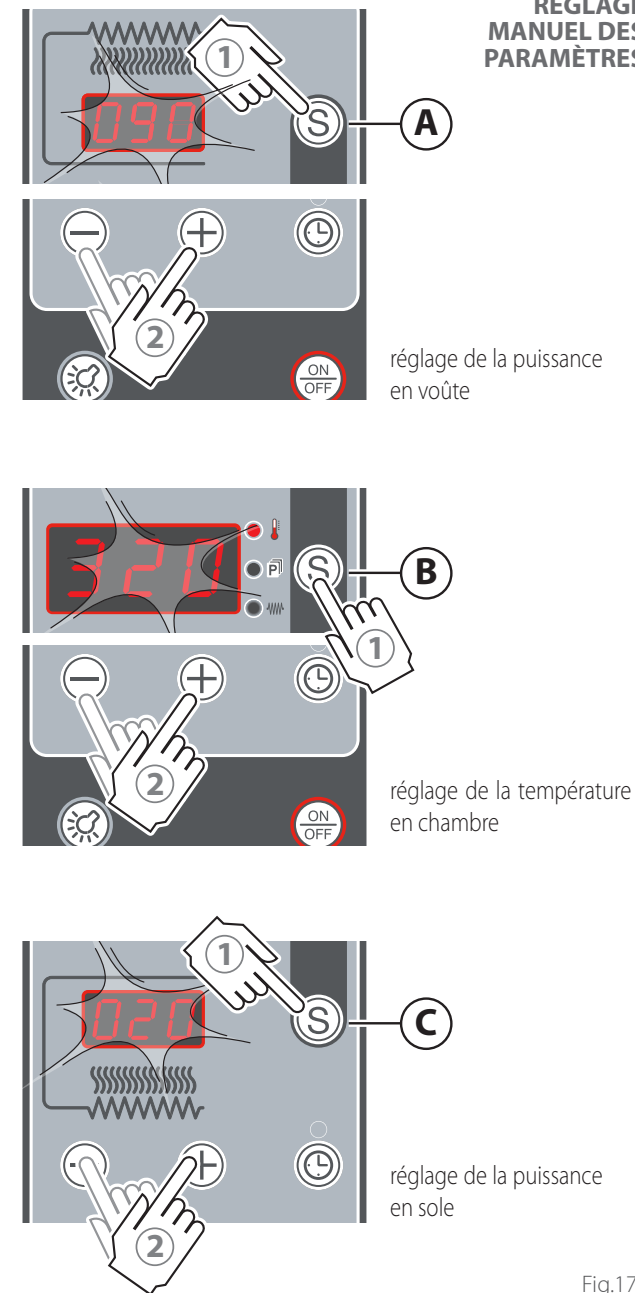

Fig.17.
Consultez le ► chap. « **Réglage des paramètres en mode manuel** » à la page **15** et ► **Fig.17**.
► Fig.17.
S'il est nécessaire, durant la cuisson de modifier les paramètres du programme affiché (B), veuillez agir comme il est expliqué dans la ► Fig.17.